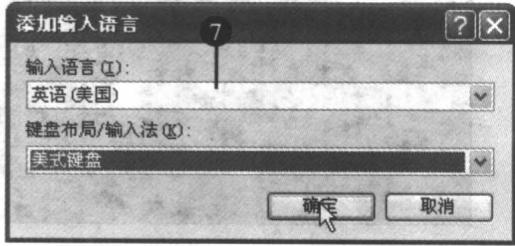

图 1-6 “添加输入语言”对话框
(7) 在“文字服务和输入语言”对话框中单击“**添加** (A)...”按钮，打开“添加输入语言”对话框，如图 1-6 所示。
(8) 在“添加输入语言”对话框的“输入语言”下拉列表框中选择“英语（美国）”，在“键盘布局/输入法”下拉列表框中选择“美式键盘”。